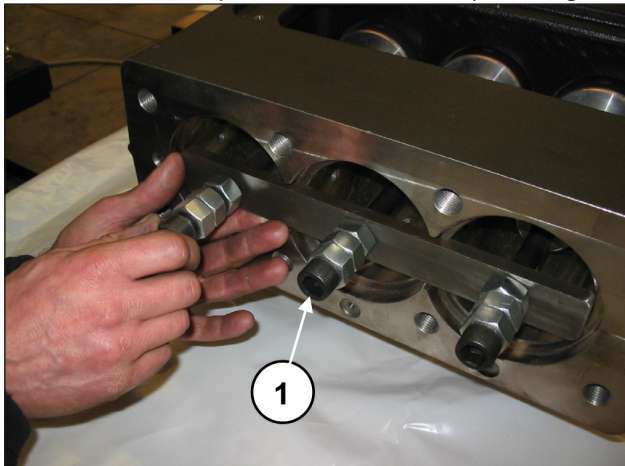

Fig. 39
Desplazar las semibielas hacia la parte hidráulica y bloquearlas con la herramienta específica (cód. 27566200) (pos. ①, Fig. 39).